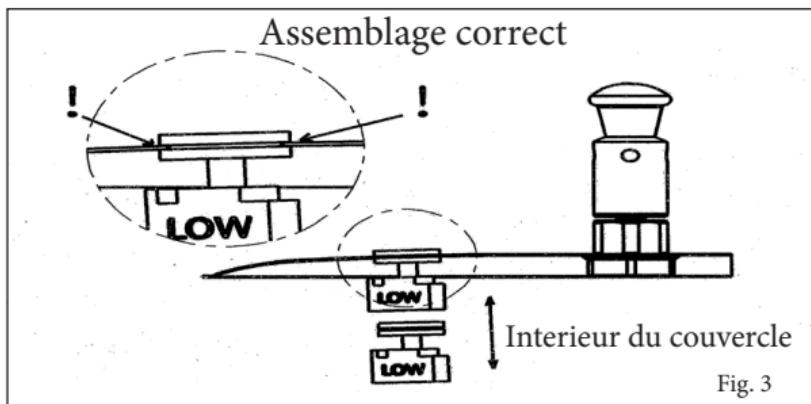

Fig. 3
- Soupape de sécurité (en caoutchouc noir) qui en cas de dysfonctionnement décharge l'excès de pression assurant une sécurité d'utilisation maximale (Fig. 3). Les matériaux utilisés et les précis procédés de finition assurent la sécurité maximale du point de vue de l'hygiène conformément à la directive 89/109/CEE.
- que la soupape de sécurité (caoutchouc noir) est intacte et montée correctement dans son logement, de sorte que son creux est coincé dans le trou du couvercle tout autour de la totalité de sa circonférence (voir figure 3). Si la soupape de sécurité se met en fonction, elle doit être restaurée dans sa position normale après avoir refroidi la marmite et après avoir vérifié son intégrité;